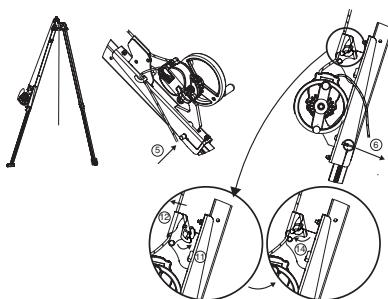

Fig. 9
**IMPORTANTE:** Atenção ao sentido da montagem: o bloqueador de drisse deve ficar voltado para cima do tripé tracpode (Fig. 9).
5. Instalar o fuso de amarração do suporte para aparelho derope™ UP R. Este fuso de amarração desempenha duas funções: bloqueio do pé do tripé tracpode e amarração do suporte para aparelho derope™ UP R neste pé (Fig. 9, 5).
6. Bloquear o fuso de amarração por meio do pino mola (Fig. 9, 6).
11. Abrir o pino de aperto de drisse do suporte (Fig. 9, 11).
12. Introduzir a drisse que sai do aparelho derope™ no pino de aperto de drisse do suporte (Fig. 9, 12).
14. Fechar o pino de aperto de drisse (Fig. 9, 14).